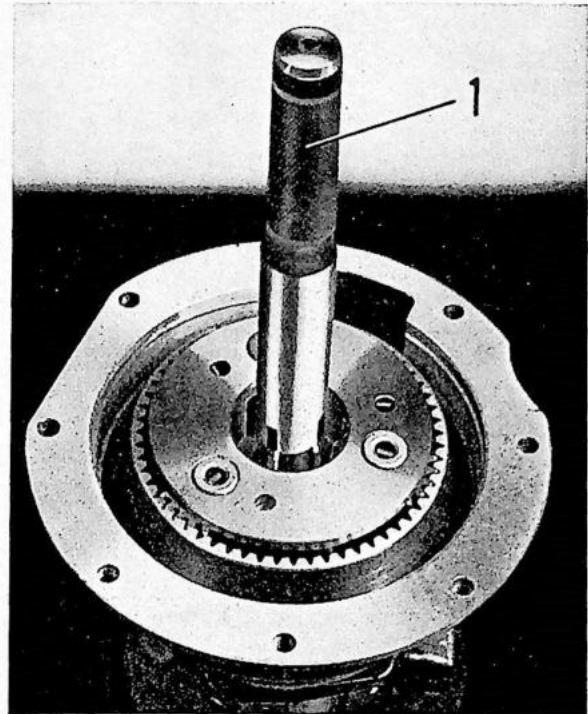
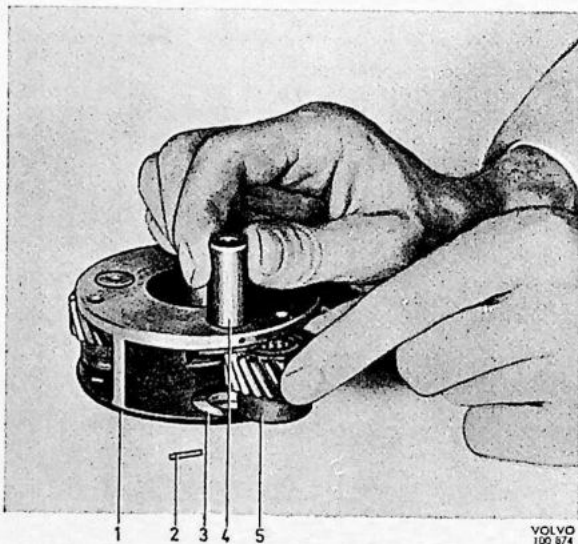

Fig. 4-69. Montage van de satellietwiel, II
Fig. 4-68. Montage van de satellietwiel, I
5. Pers de naaldlagers (39) in de planeetwielen (38) met drijver SVO 2417. De lagers moeten iets onder de buitenkant van de tandwielen komen. Zet de planeetwieldrager in elkaar met de assen, de ringen en de planeetwielen; zie Fig. 4-68. Breng de spiebanen in de planeetwieldrager en de freewheelnaaf in lijn met behulp van het centreergereedschap SVO 2420; zie Fig. 4-69.
6. Breng het zonniewiel (46) in de conische koppeling (43) aan. Monteer de bouten, het druklager en de houder voor het druklager. Zet het druklager op de conische koppeling.
7. Monteer de zuigers (14) in de voorste helft van het huis. Zet de conische koppeling met de remtrommel (41), drukveren (54), de voorste helft van